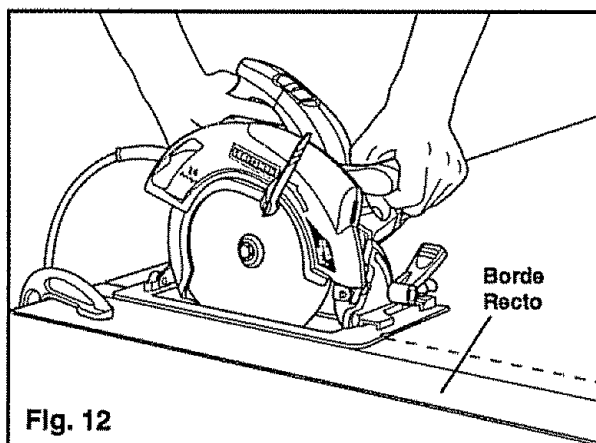

Fig. 12
USO DE UN BORDE RECTO (Fig. 12)
2. Cuidadosamente, guíe la sierra a lo largo del borde recto para obtener un corte al filo recto (ver la Fig. 12).